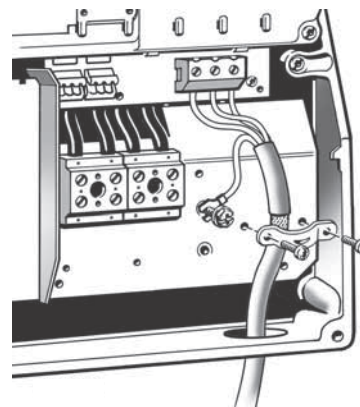

Рис. 6 Подключение электродвигателя, В1 и В2
1. Подключите заземляющий провод к клемме 99 (PE). См. рис. 6.
2. Подключите провода электродвигателя к клеммам 96 (U), 97 (V), 98 (W).